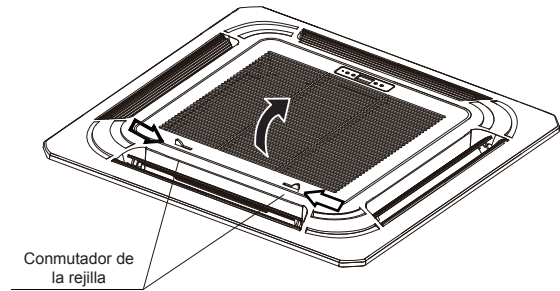

Imagen 3.12
- (1) Presione los dos cierres de la rejilla hacia adentro en la dirección indicada por las flechas al mismo tiempo para levantarla (Imagen 3.12).